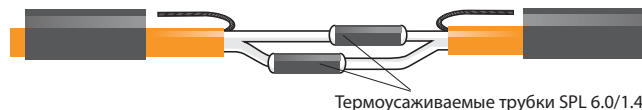

Рисунок 8
4.10. Надвинуть термоусаживаемые трубки SPL 6.0/1.4 длиной 25 мм на места соединений жил, обработать термоусаживаемые трубки струей горячего воздуха при помощи электрического фена для её усадки, выставив регуляторы температуры на 100–150 °С. Тепловой поток фена направлять от центра к краям соединения до образования плотно прилегающей оболочки без воздушных включений. Время воздействия 4–6 секунд. Правильно обработанные термоусаживаемые трубки должны дать усадку и плотно обжать со всех сторон места соединения согласно рис. 8.